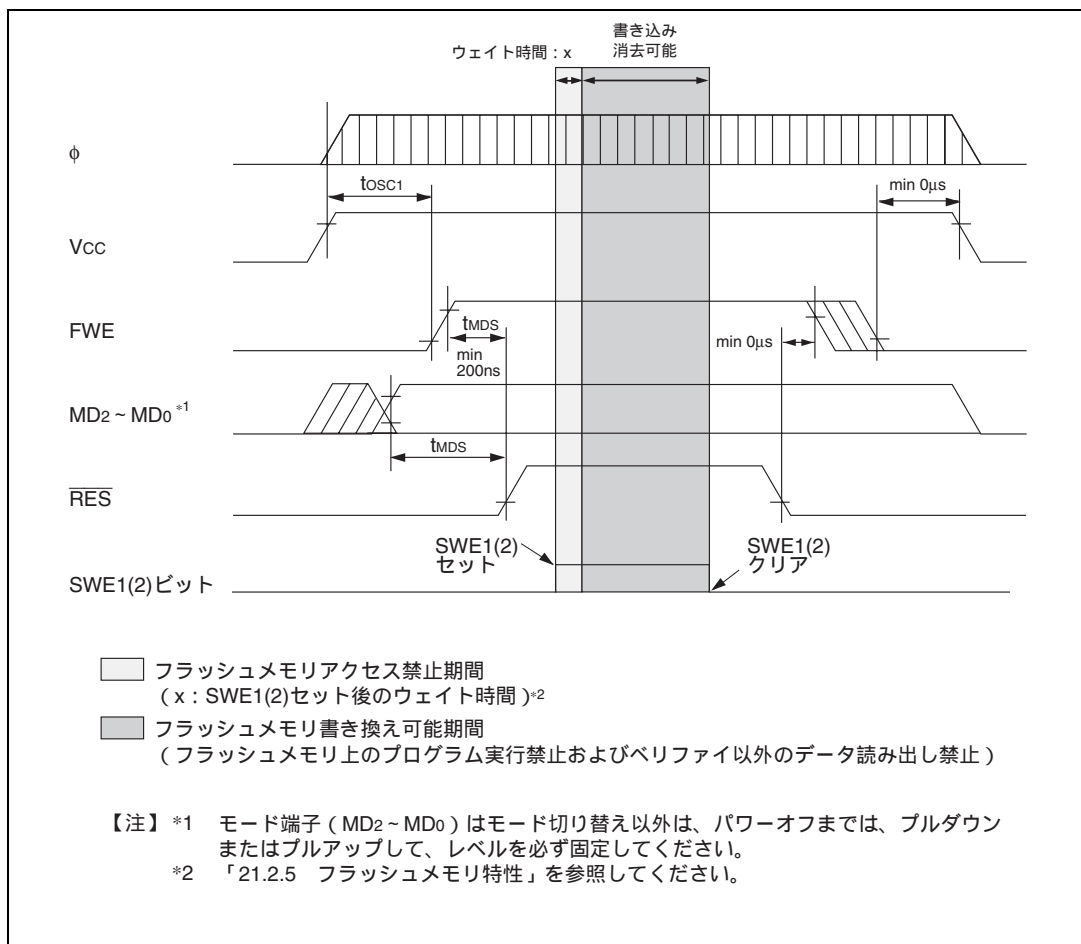

図 18.17 電源投入/切断タイミング (ブートモード)
- (2) 電源投入/切断時の注意 (図 18.17 ~ 図 18.19 参照)
## (3) FWE 端子の印加 / 解除の注意 (図 18.17 ~ 図 18.19 参照)